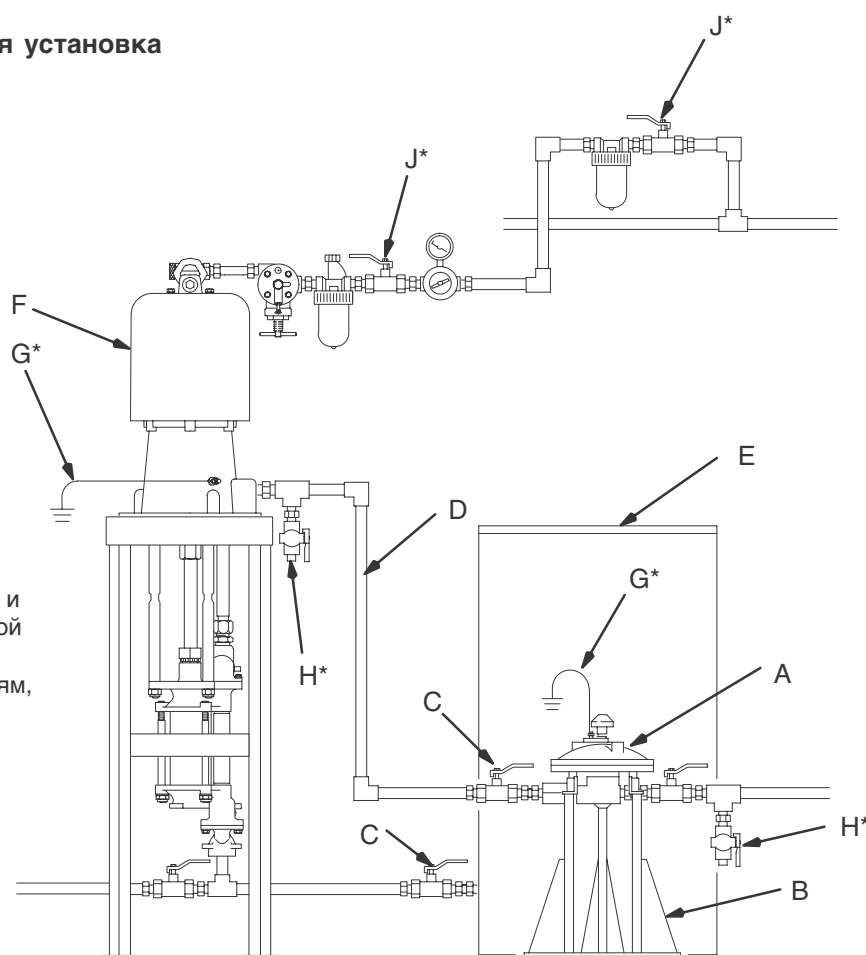

Рис. 3
Трубопроводы для жидкости и принадлежности (См. Рис. 3.)
Установите запорный клапан для жидкости (C) перед и после мембранного демпфера для его снятия при выполнении технического обслуживания ресивера. См. Рис. 3.